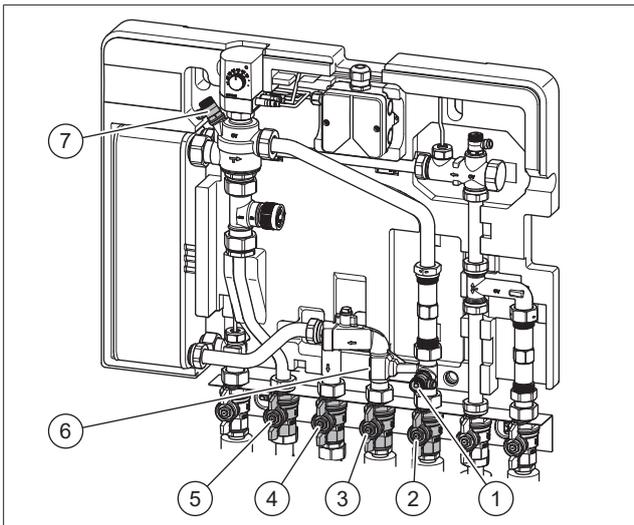

Abb. 32: Station entleeren (Heizungskreis)
(1)	Drehkappe
(2)	Indexring
(3)	Index
(4)	Ventil
5. Schrauben Sie das Ventil (4) des Temperaturvorhalte-Regelsets in den Anschluss der Leitung ein.
6. Stecken Sie den Indexring (2) so auf das Ventil, dass der Index (3) von vorne gut zu sehen ist.
7. Richten Sie die Drehkappe (1) so aus, dass der Index auf 35 °C zeigt und stecken Sie die Drehkappe auf das Ventil.
8. Öffnen Sie langsam die Kugelhähne im Heizungs-Rücklauf (1 in Abb. 32 auf Seite 29) und im Heizungs-Vorlauf (2 in Abb. 32 auf Seite 29).
10. Öffnen Sie das Entlüftungsventil (7 in Abb. 32 auf Seite 29) im Heizungskreis etwas.